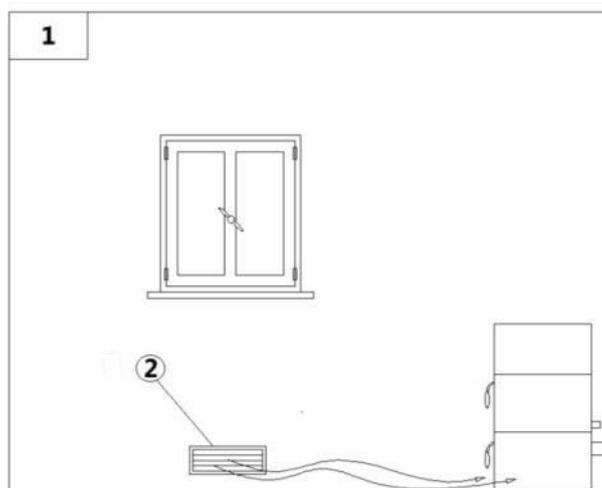

Fig. 9 - Afflusso d'aria diretta
LEGENDA Fig. 9
- L'afflusso dell'aria tra l'esterno ed il locale può avvenire per via diretta, tramite apertura su parete esterna del locale (vedi **Fig. 9**).